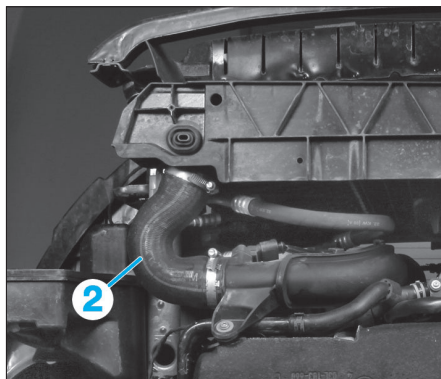

FIG. 46
- la durite d'échangeur d'air (2) (Fig.46).